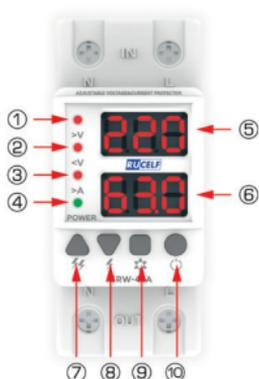

Рис. 2. Индикация и органы управления
5.4. Прибор готов к работе. После подачи питания начнется отсчет времени задержки включения реле, по истечении которого реле замкнется, загорится индикатор (рис. 2 п. 4).
5.5. Для ручного отключения нагрузки от источника питания нажмите и удерживайте кнопку навигации (рис. 2 п. 9). После отключения нагрузки индикатор (рис. 2 п. 4) погаснет. Для ручного возобновления подачи питания на нагрузку нажмите и удерживайте кнопку навигации (рис. 2 п. 9).